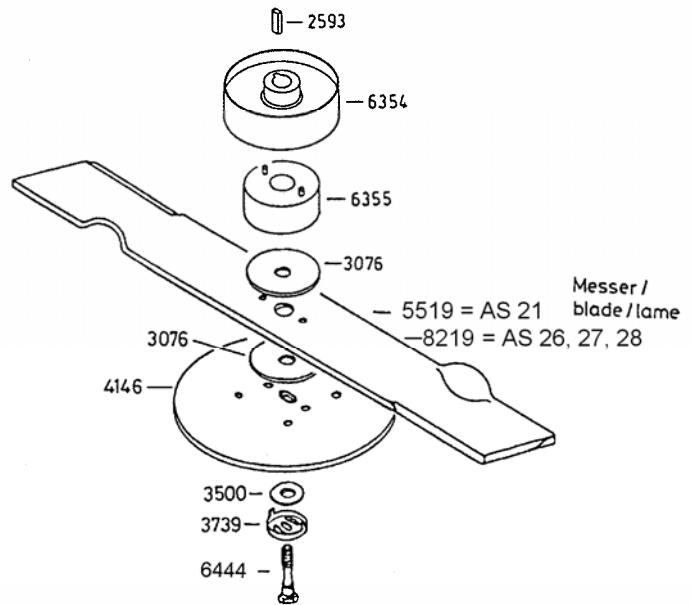

Bild 7 Bremsbecher und Messermontage
5. Die restlichen Teile (siehe Bild 7) in der richtigen Reihenfolge aufstecken.